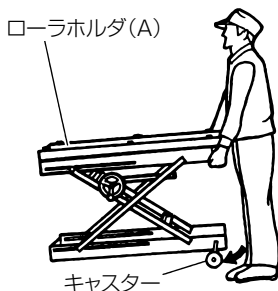

図 11
- (1) 本体を運搬する場合は、本体下側のキャスターを使用しますと簡単に移動できます。本体のキャスター側を持ち上げ、キャスターを本体の下側へ移動します。(図 11)